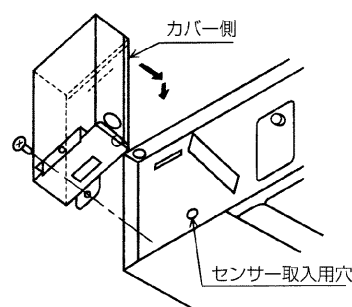

図3
- 制御ボックスを本体外側に矢印の方向に取付けてください。カバー側が取付面となります。(図3)